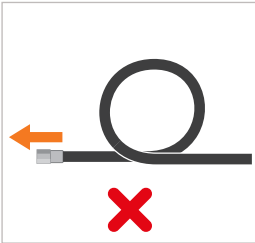

Abbildung 11
- ▶ Vermeiden Sie die Bildung von Schlauchschleifen und das Ziehen am Schlauch mit einer Schlauchschleife (Abbildung 11).